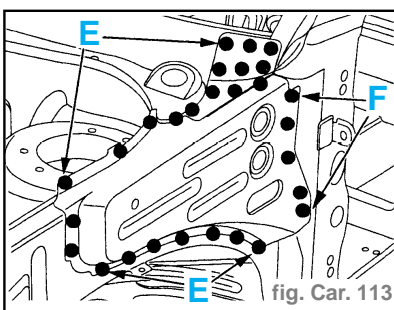

fig. Car. 113
- Solder par points électriques (suivant E) (avec l'équipement AB1) (fig. Car. 113).